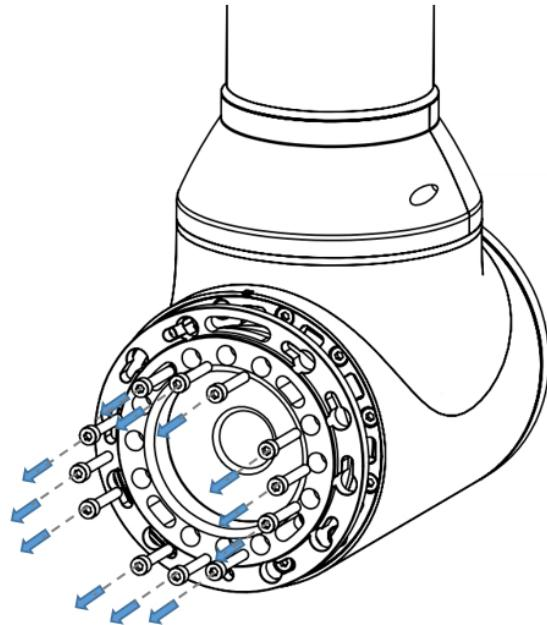

图 3-31 拆卸 J2 轴法兰螺钉
**步骤3** 使用内六角扳手拆卸固定J2轴法兰的螺钉，取下J2轴法兰，如图3-31所示。